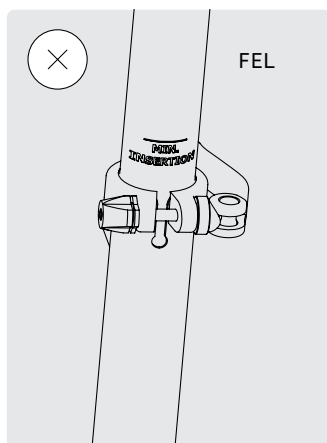

BILD 35
- Se till att sadelstolpen inte sitter för djupt in i sadelröret. På vissa sadelstolpar avsmalnar röret i den övre änden och kan inte längre klämmas fast säkert där (Bild 35, 36).